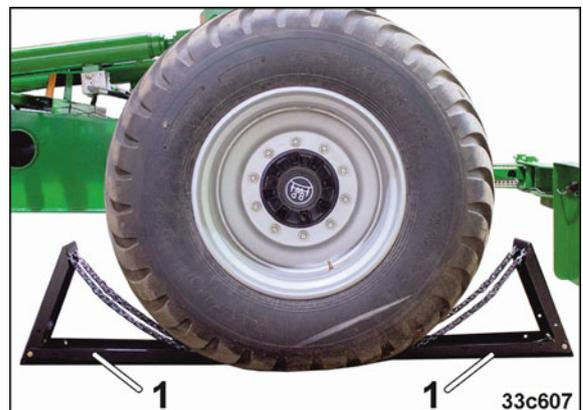

Fig. 143
10. Bloquer les pneus de la machine avec deux cales (Fig. 143/1)